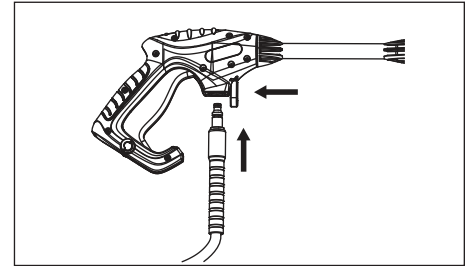

Figura 4 - Conecte la manguera de alta presión a la pistola
2. Conecte la manguera de alta presión a la pistola (ver la figura 4).